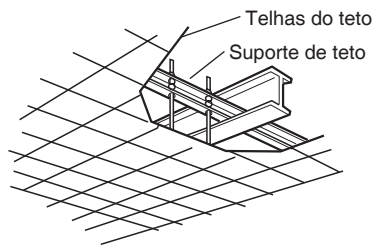

Fig. 3-4
- Usar suportes de teto existentes ou construir um suporte adequado (Fig. 3-4).